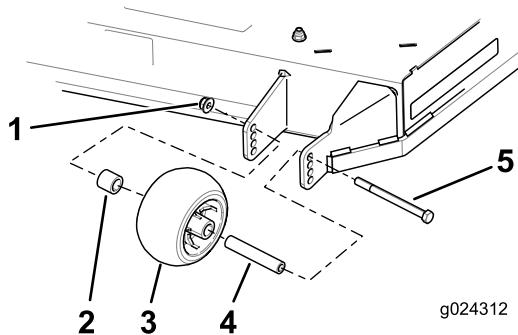

Figure 24
3. Retirez l'écrou à embase, le galet anti-scalp et le boulon du support (Figure 24).
4. Alignez le boulon et le galet anti-scalp dans le trou du support correspondant le mieux à la position de hauteur de coupe (Figure 24).
5. Insérez le boulon dans le trou du support et fixez le boulon et le galet anti-scalp avec l'écrou à embase (Figure 24).